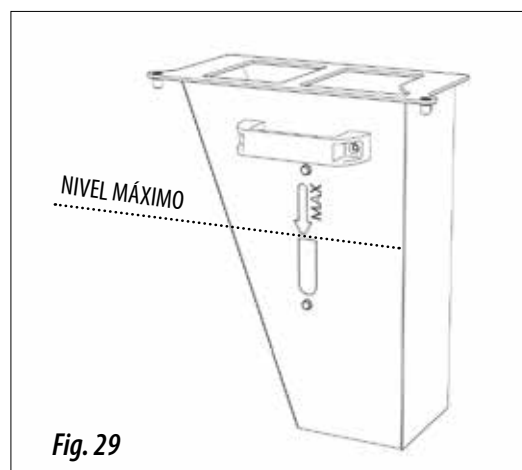

Fig. 29
**IMPORTANTE:** NO SOBRE PASAR EL NIVEL MÁXIMO INDICADO EN LA CAJA RECOLECTORA (Fig 29).